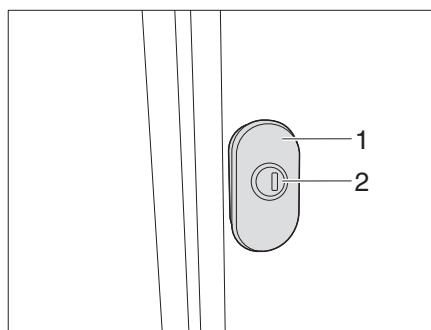
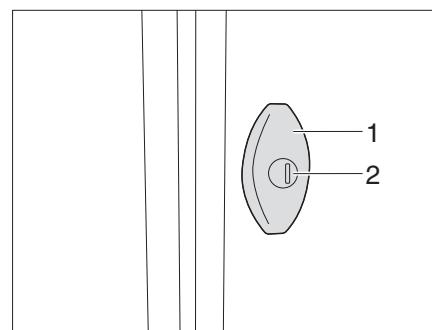

Fig. 56 Cerradura tensora giratoria (variante 1)
Fig. 57 Cerradura tensora giratoria (variante 2)
- Introducir la llave en el cilindro de cierre (Fig. 56,2/Fig. 57,2) y girarla un cuarto de vuelta. Se desbloqueó la cerradura de la trampilla.
- Tirar de la cerradura tensora giratoria (Fig. 56,1/Fig. 57,1) y girarla 180° en sentido contrario a las agujas del reloj. La trampilla exterior está abierta.
- Para la variante 1: Empujar el cilindro de cierre (Fig. 56,2) hasta que encaje. La cerradura de la trampilla está bloqueada.